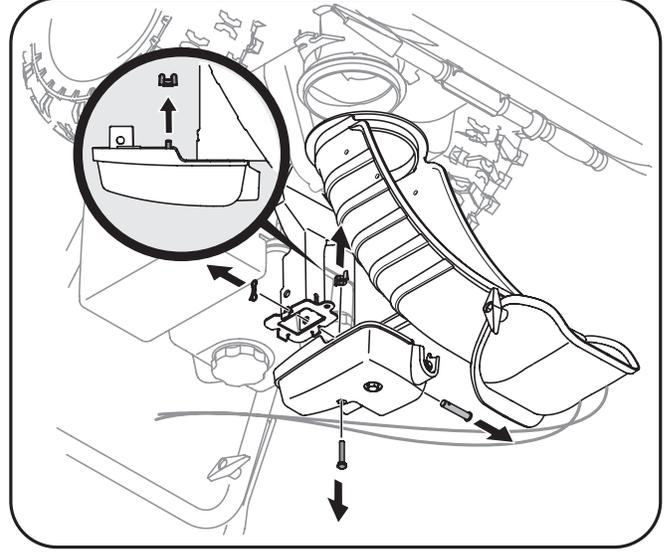

Figure 3-5
- Retirez l'écrou à oreilles et la vis hex. qui se trouvent sur la commande de la goulotte ainsi que la goupille fendue et l'axe de chape sur le support de la goulotte. Voir la Fig. 3-5.